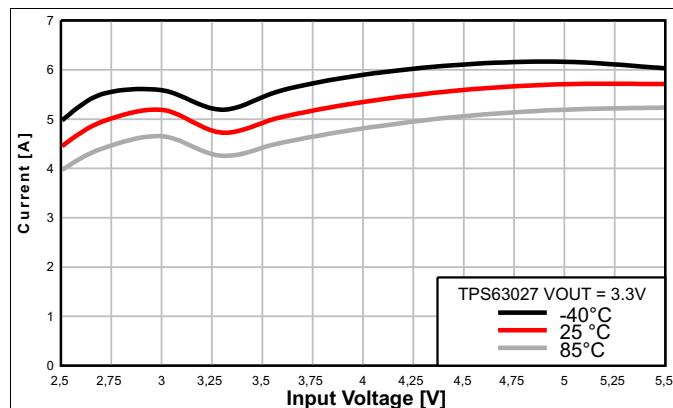

图 6. Average Input Current vs Input Voltage
Given the curves provided in 图 6, it is possible to calculate the output current reached in boost mode, using 公式 1 and 公式 2 and in buck mode using 公式 3 and 公式 4.
- $I_{IN}$  = Minimum average input current (图 6)
- (4)